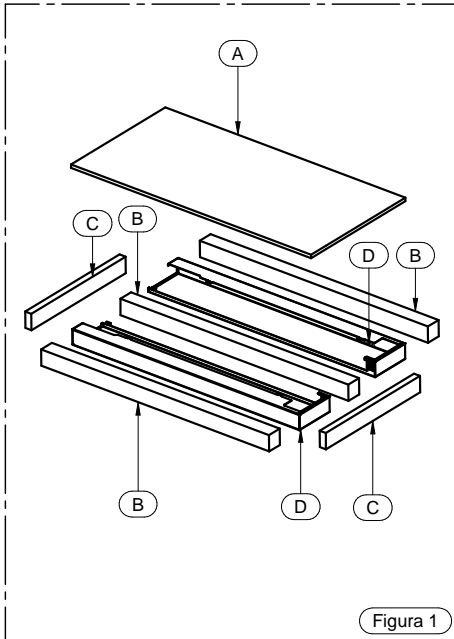

Figura 1
En primer lugar, después de abrir el embalaje, quite las piezas de poliestireno (A), (B) y (C), y extraiga con delicadeza los perfiles laterales (D) (Figura 1).